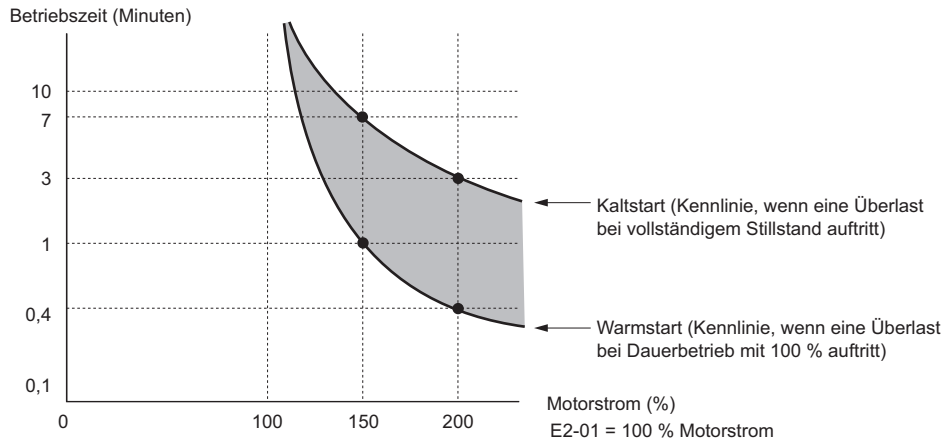

Abbildung 5.90 Motorschutz-Betriebszeit für Universalmotoren bei Nenn-Ausgangsfrequenz
- **Abbildung 5.90** zeigt ein Beispiel der thermoelektrischen Schutzbetriebszeit unter Verwendung eines Universalmotors, der bei 50 Hz mit Einstellung von L1-02 auf eine Minute arbeitet.